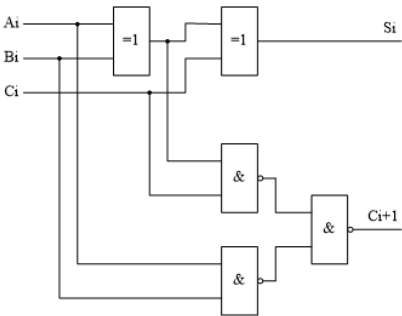

图 1: 全加器
- (1) 分别按图 1、2 接线
- (2) 按照 1 验证全加器和全减器的逻辑功能